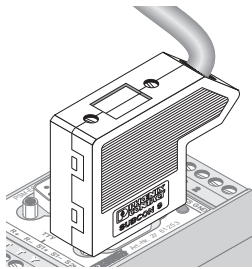

Fig.6
• **SUB-D plug connector** (Fig. 6)
• **Connecteur SUB-D** (Fig. 6)
• **Conector enchufable SUB-D** (fig. 6)